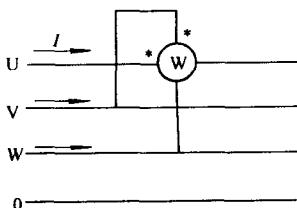

图 1-6
**(3) 用单相功率表测量无功功率** 在对称三相电路中，采用一只单相功率表测量三相无功功率，与测量有功功率不同的是把 UVW 加在功率表的电压支路上，其连接方法如图 1-6 所示。